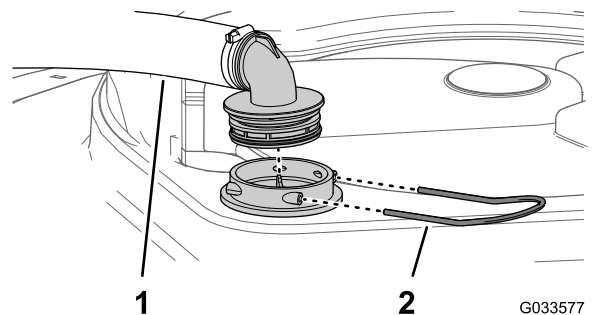

图13
2. 在打药机药缸的顶部，拆下固定从过滤器外壳连接至大软管的软管接头的卡环（图13）。
3. 从过滤器外壳上拆下软管和软管接头（图13）。